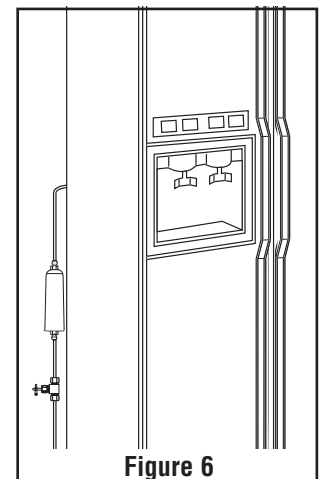

Figure 6
7. Raccorder la sortie du système à la canalisation de sortie d'eau alimentant l'appareil. (Figure 6)
5. Raccorder la sortie du système à la canalisation de sortie d'eau alimentant l'appareil. (Figure 6)